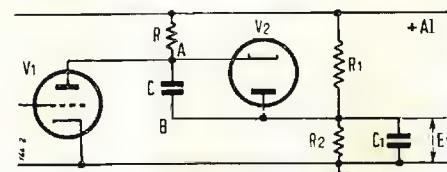

Fig. 2.
Fra le varie possibili cause di tali variazioni d'ampiezza del segnale deflettente a dente di sega, sono da citare il mediocre isolamento, e l'imperfetta scarica di C. Quest'ultimo difetto dovuto normalmente ad irregolare funzionamento di V₁ può essere superato mediante l'adozione dello speciale circuito illustrato in fig. 2 (1).
In fig. 2, V₁ è tuttora il tubo di sca-
cale attivo (carica di C attraverso R), V₁ e V₂ non sono conduttivi. La tensione effettiva di carica è data dalla tensione d'alimentazione anodica diminuita di E₁ (fig. 2), mentre la minima tensione di scarica è praticamente uguale a E₁.
Non sarà comunque superfluo ricordare che la tensione a dente di sega ad ampiezza stabilizzata secondo i concetti sopra esposti si preleva fra i punti A e B dello schizzo di fig. 2.